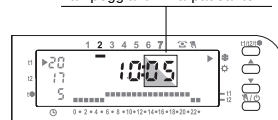

Fig. 21
- Change the hour (if necessary) by pressing the /Day button. Press **OK** to confirm, even if no change is made: hour digits fixed, minute digits blinking (fig. 21).
- Modifier l'heure (si besoin est) en appuyant sur la touche /Day. Dans tous les cas, confirmer en appuyant sur la touche **OK**: les chiffres de l'heure sont fixes et ceux des minutes clignotent (fig. 21).
- Verstellen Sie die Stunde (sofern erforderlich), indem Sie die Taste /Day drücken. Bestätigen Sie auf jeden Fall durch die Betätigung der Taste **OK**: die Zahlen der Stunde leuchten durchgehend, jene der Minuten blinken (Abb. 21).
- Modificare l'ora (se occorre) premendo il tasto **Day**. In ogni caso confermare premendo il tasto **OK**: digit dell'ora fissi, lampeggeranno i digit dei minuti (fig. 21).
- Para modificar la hora (si se requiere) hay que presionar la tecla **Day**. En todo caso confirmar presionando la tecla **OK**. Los dígitos de la hora quedan fijos y empiezan a parpadear los de los minutos (fig. 21).